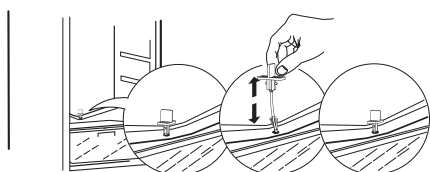

Fig. 1
- Para garantir o escoamento correto da água de descongelação, utilize regularmente o filtro de drenagem do saco de encaixe para limpar a saída de escoamento da água de descongelação. Esta saída está situada na parede traseira do compartimento do frigorífico (ver Fig. 1). Mantenha sempre o filtro de drenagem inserido na saída de escoamento para evitar qualquer bloqueio causado por sujidade.